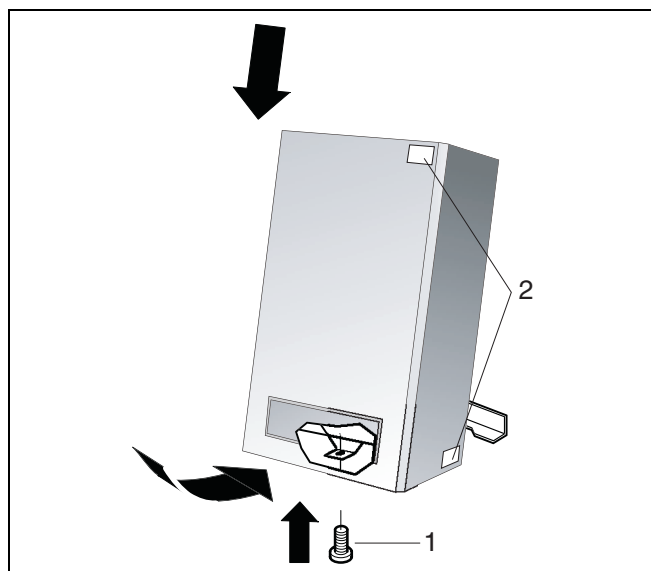

fig. 32 Kappen monteres igen og holdeskruen fastspændes
- Kappen aftages (fig. 32).
- Kappen monteres igen og holdeskruen fastspændes (fig. 32, pos. 1).
- Det andet typeskilt klæbes på kappens forside eller side (fig. 32, pos. 2).
- Holdeskruen og beklædningen fjernes (fig. 32).